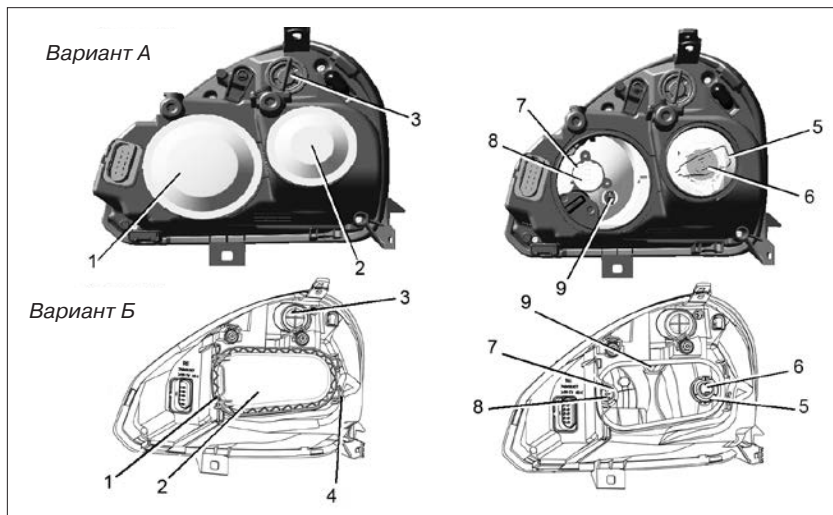

Рис. 87. Блок-фара
- снимите круглую защитную резиновую крышку 2 (вариант А) или пластиковую крышку 2 (вариант Б), откинув пружинную защелку 1 влево и освободив из зацепов 4 (рис. 87);
– снимите круглую защитную резиновую крышку 1 (вариант А) или пластиковую крышку 2 (вариант Б), откинув пружинную защелку 1 влево и освободив из зацепов 4 (рис. 87);